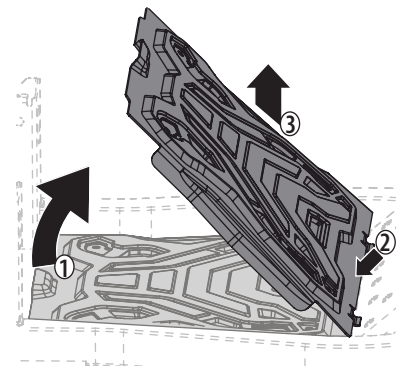

Figure 38
- Soulevez avec précaution la partie arrière du panneau. Voir Figure 38 (1).
- Glissez le panneau vers l'arrière pour faire sortir la partie avant. Voir Figure 38 (2).
- Puis, soulevez le panneau pour le retirer. Voir Figure 38 (3).